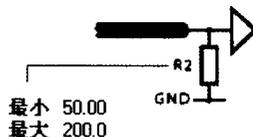

图 12-33 接地端并阻补偿
- **【Parallel Res to GND】:** 接地端并阻补偿, 如图 12-33 所示。与电源 VCC 端并阻补偿方式类似, 这也是终止线路信号反射的一种比较好的方法。同样, 由于有电流流过, 会导致高电平电压的降低